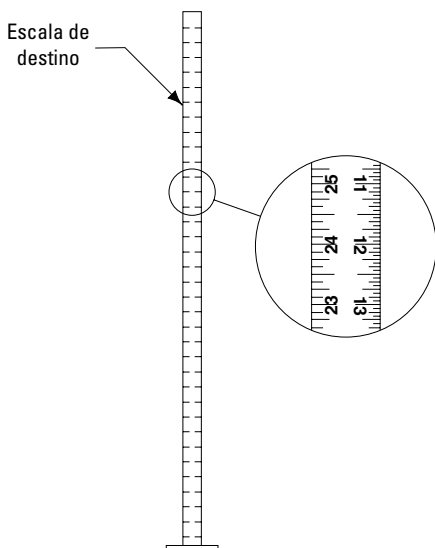

Fig. 29
D. Comenzando con la posición "A", Fig. 3, visualice el Nivel al objetivo y marque el número o la graduación en la escala de pulgadas del objetivo que se alinea a los cruces del Nivel, Fig. 29.